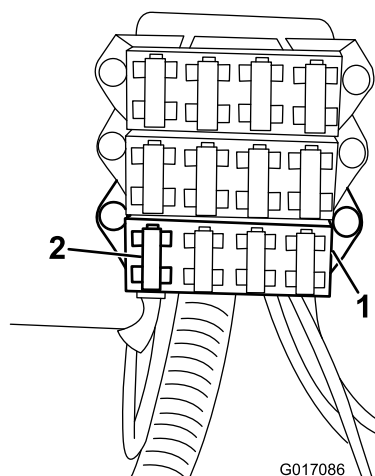

Figure 6
9. Si aucune borne d'alimentation n'est disponible sur le porte-fusibles existant, rajoutez un porte-fusibles (réf. Toro 92-2641) et installez fusible de 10 A (Figure 6).